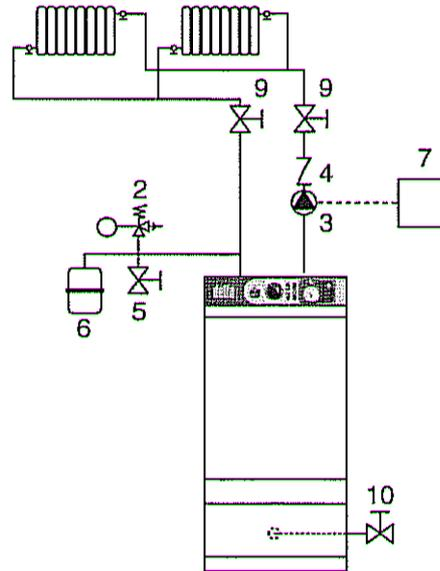

Fig. 2: Schéma hydraulique avec circulateur contrôlé par un thermostat d'ambiance
7. Thermostat d'ambiance (fig. 2)